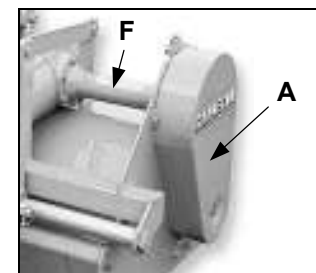

Fig. 4
1. Rimuovere il coperchio del carter di trasmissione (fig. 4 – A) allentando le relative viti di fissaggio.